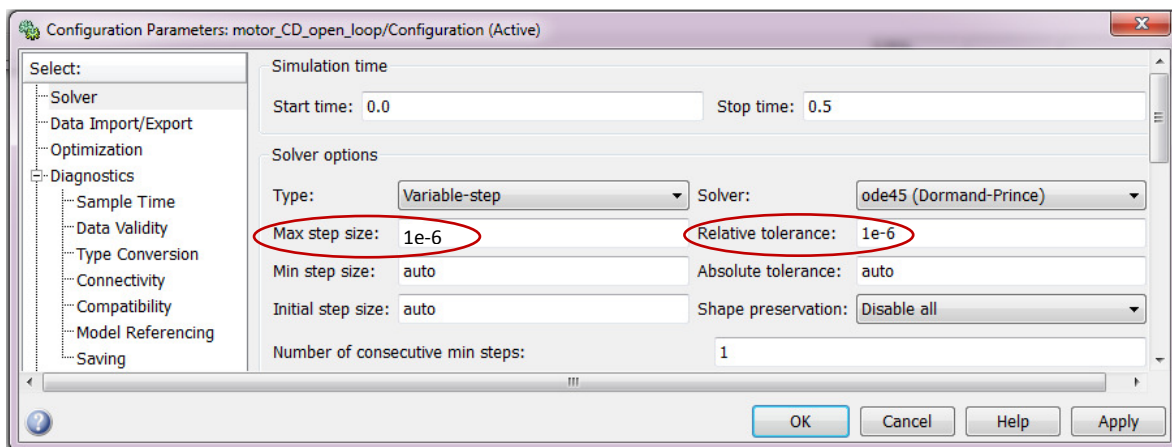

Figura 4.6.- Configuración de parámetros para la simulación del modelo detallado del PWM.
- + **Observación:** Para realizar correctamente la simulación detallada se deben configurar los parámetros de simulación de acuerdo a la figura 4.6, es decir, se debe disminuir el paso de integración y aumentar la precisión de la simulación.